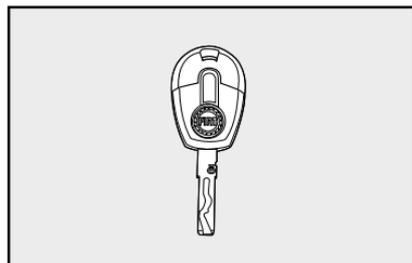

fig. 1
- Dos llaves, **fig. 1**.
A llave de arranque posee predisposición para instalación de telecomando a distancia **fig. 1**.